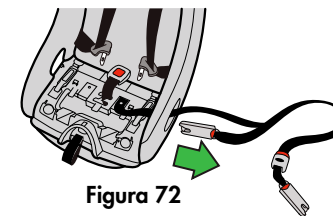

Figura 72
- Saque el cinturón LATCH y los conectores inferiores del lado derecho de la ruta de cinturón para la posición viendo hacia atrás, como se ilustra en la **figura 72**.